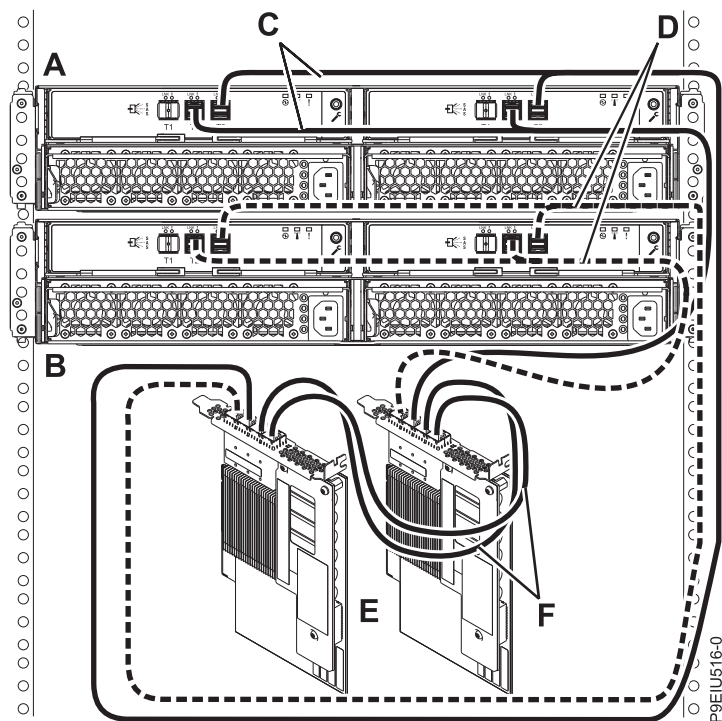

図 16. AA ケーブル付きの 1 対の FC EJ0L SAS アダプター・ペアまたは FC EJ14 SAS アダプター・ペアへの YO12 ケーブルを使用した、2 台の ESLL ストレージ・エンクロージャーまたは ESLS ストレージ・エンクロージャーのモード 1 接続
16. 20 ページの図 16 に示すように、AA ケーブル (F) 付きの 1 対の FC EJ0L アダプター・ペアまたは FC EJ14 SAS アダプター・ペア (E) への YO12 ケーブル (C および D) を使用して 2 台のエンクロージャー (A および B) のモード 1 接続を実行してから、27 ページの『ケーブルと電源コードの接続およびカバーの取り付け』に進みます。